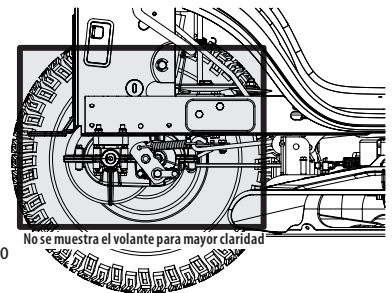

Figura 24
- Limpie alrededor y cerca de la transmisión, eje y área de ventiladores. Consulte la Figura 24.